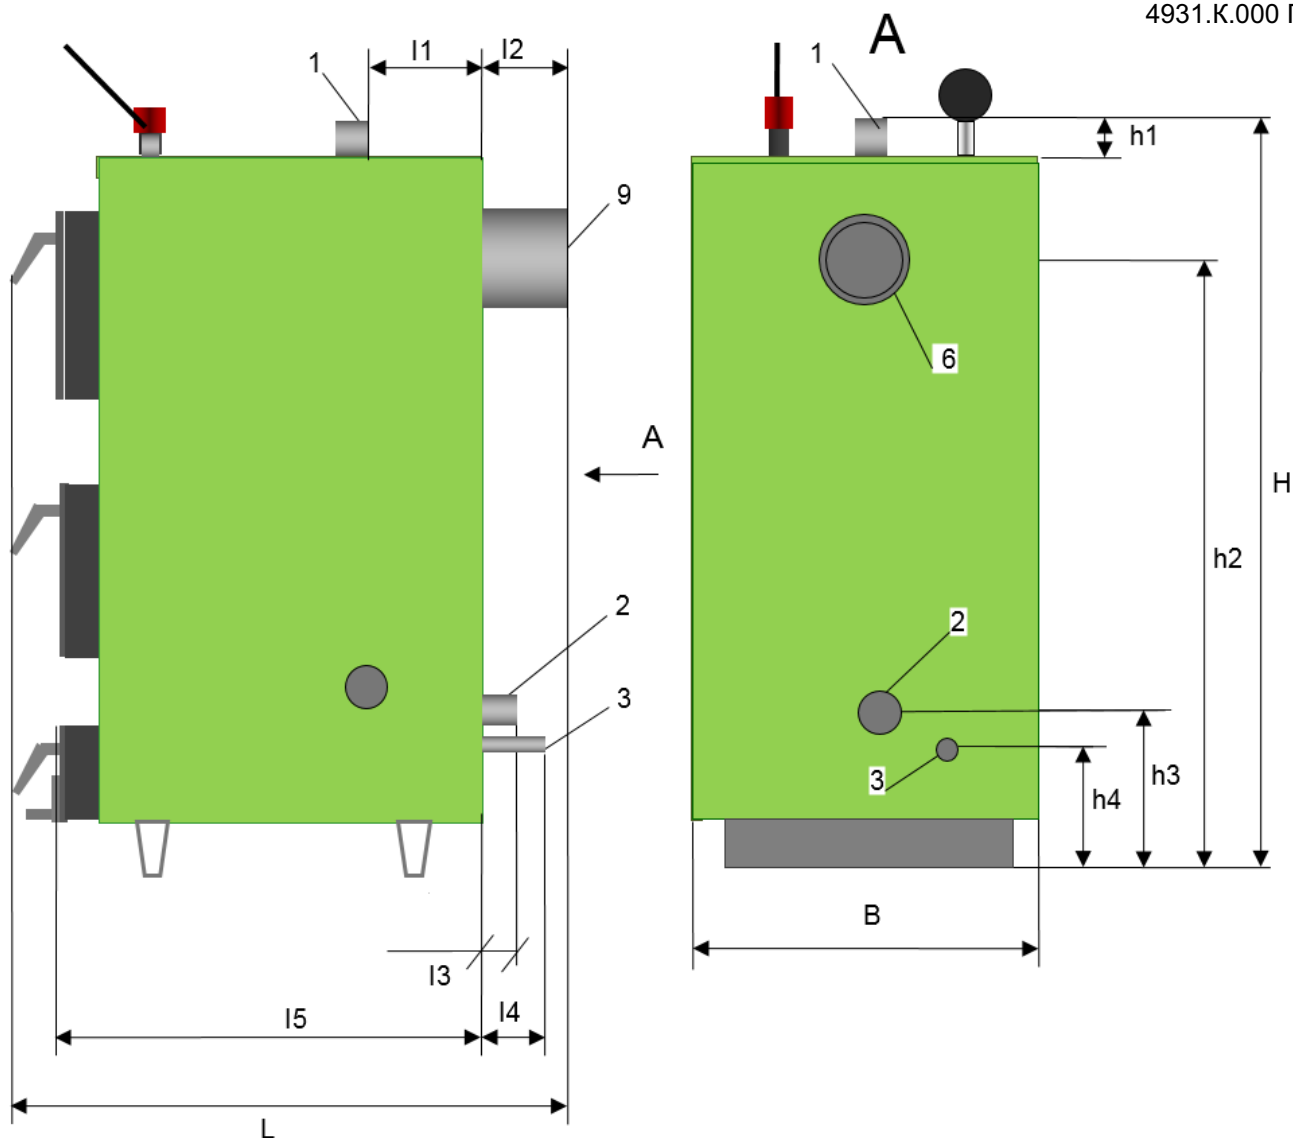

Рисунок 1 - Габаритные и присоединительные размеры Котлов моделей К 12÷52 базовой комплектации.
Габаритные и присоединительные размеры Котла (см. рис.1), мм:
Котел (рис.1, 2) представляет собой стальной сварной каркас, обшитый снаружи съемной декоративной теплоизолированной облицовкой. Каркас совместно с облицовкой образуют корпус. Корпус устанавливается на собственных опорах (12).